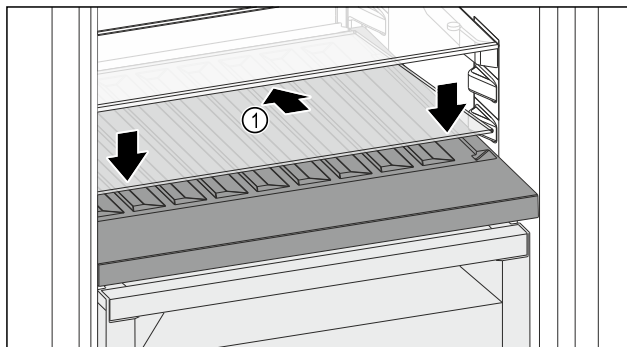

Fig. 98
- Поставете стъклената плоча Fig. 98 (1) косо и наклонена назад надолу.
- Спуснете стъклената плоча Fig. 98 (1) отпред.